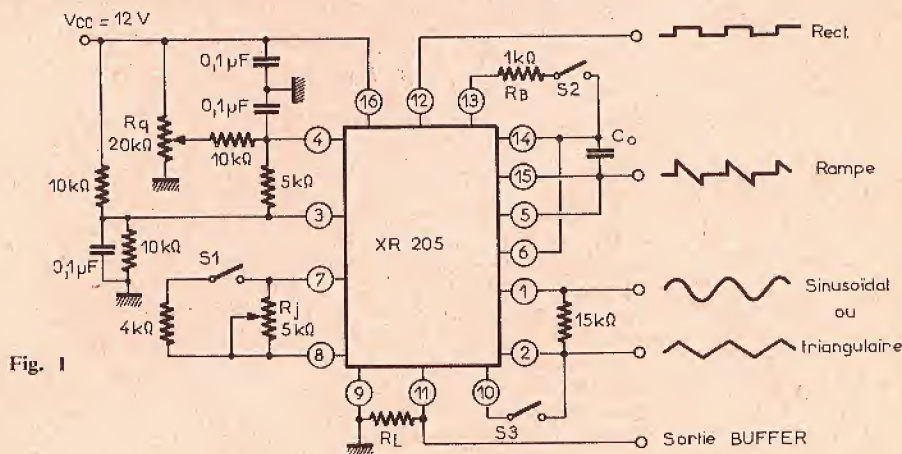

Fig. 1
E) Signal rectangulaire : Sortie au point 12 avec une tension crête à crête de 0,7 V approximativement. Le montage de la figure 1 est parfaitement valable pour fonctionner selon les performances indiquées plus haut. Sa simplicité permet son essai immédiat à toutes les fréquences des gammes réalisables avec diverses valeurs de  $C_o$ .